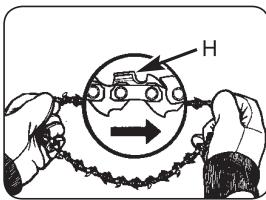

Рис. 3F
- Расстелите цепь в круг, направив режущие кромки (A) по ходу часовой стрелки по периферии (*Рис. 3F*).